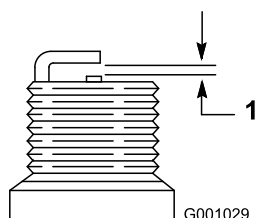

Figure 57
7. Réglez l'écartement des électrodes de la nouvelle bougie à 0,76 mm (0,030") (Figure 57).